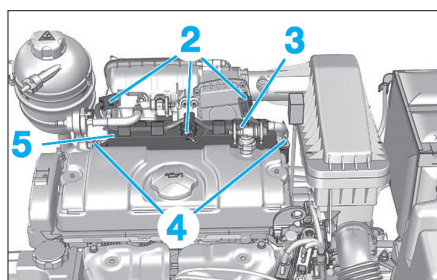

Fig. 26
- Débrancher les connecteurs (2) (Fig.26).
- Écarter le faisceau électrique (3).
- les vis (4),
- la bobine d'allumage (5).